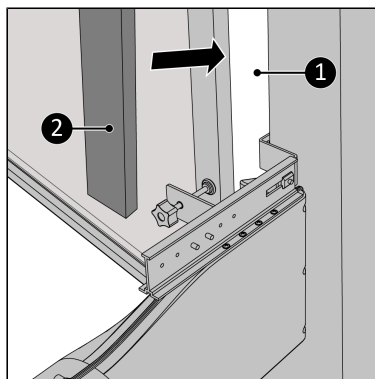

Figure 170.
17. Comblez les espaces vides (Figure 170, pos. 1) avec la mousse d'isolation accompagnant le produit (Figure 170, pos. 2). Découpez la mousse si nécessaire*.